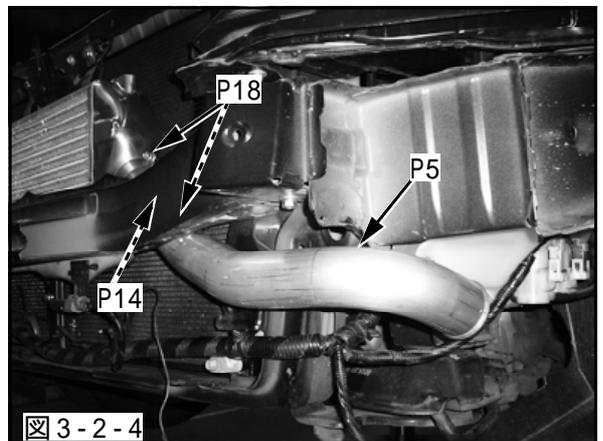

図 3-2-4
(5) アウトレットパイプ 1をインタークーラコアAssyに仮付けしてください。その際、ボディ及びハーネスとアウトレットパイプ 1が干渉する恐れのある部分に、スポンジシートを適切な長さに切取って貼付けてください。(図3-2-4)